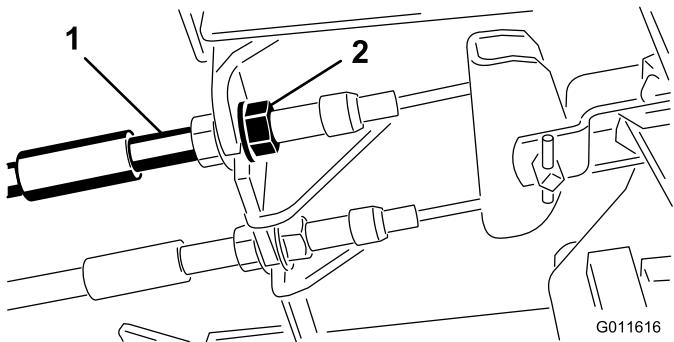

Figura 44
1. Per ridurre il gioco dei pedali del freno, stringete i freni allentando il dado anteriore sull'estremità flettuta del cavo del freno (Figura 44).